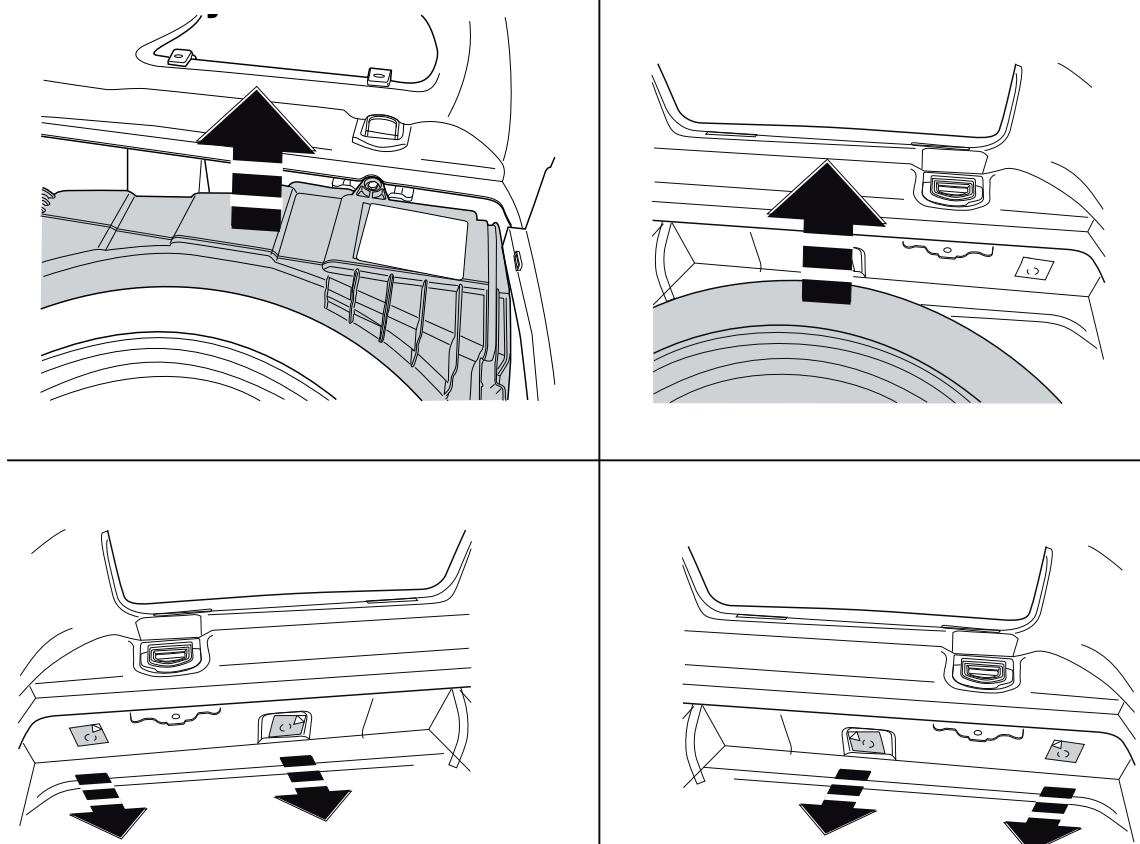

Fig. 2
2. Clear the boot and floor. See figure 2.
3. Remove any stickers that may be present at the points of attachment. See figure 2.
4. Mount the trekhaak in chassis. See figure 2.
2. Den Fußboden im Kofferraum frei machen. Siehe Abbildung 2.
3. Gegebenenfalls die Aufkleber bei den Befestigungspunkten entfernen. Siehe Abbildung 2.
- * Le cas échéant les autocollants placés sur les points de fixation. Voir la figure 2.
3. Le cas échéant les autocollants placés sur les points de fixation. Voir la figure 2.
2. Dégager le plateau du coffre. Voir la figure 2.
2. Ryd bunden i bagagerummet. Se fig. 2.
3. Fjern evt. mærkaterne ved montagepunkterne. Se fig. 2.